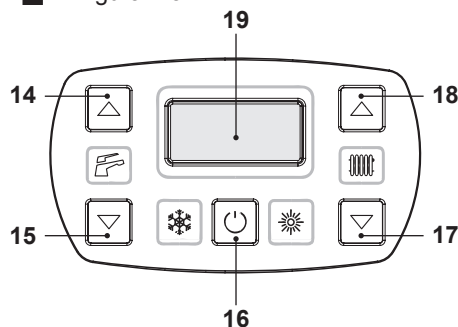

Figura 2.5
- Tenere premuto per 2 secondi il tasto 16 fino a far apparire sul display il simbolo  Figura 2.5.
La temperatura dell'acqua calda di mandata riscaldamento è regolabile agendo sui tasti 17 (diminuzione) e 18 (aumento) (Figura 2.5) da un minimo di circa 25°C ad un massimo di circa 85°C. Alla prima pressione di uno dei due tasti si ha la visualizzazione del valore di "set", alla seconda pressione si accede alla modifica.
Comunque se la temperatura ambiente non dovesse essere confortevole si può aumentare o diminuire la temperatura di mandata dell'impianto riscaldamento di  $\pm 15^{\circ}\text{C}$  agendo sui tasti 17 (diminuzione) e 18 (aumento) (Figura 2.5).
La temperatura dell'acqua calda sanitaria contenuta nel bollitore può essere regolata ad un massimo di circa  $60^{\circ}\text{C}$ , agendo sui tasti 14 (aumento) e 15 (diminuzione) (Figura 2.5).